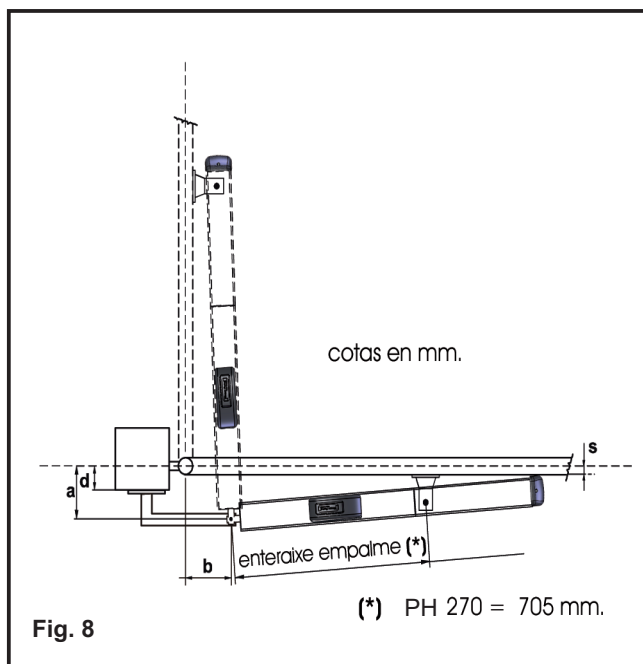

Fig. 8
3.3. INSTALACIÓN DE LOS ACCIÓNADORES PH CON ABERTURA HOYA EXTERNA (fig. 8)